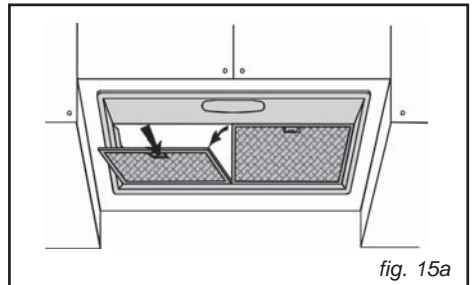

fig. 15a
• **Desmontaje del filtro antigrasa (fig.15a-15b)**